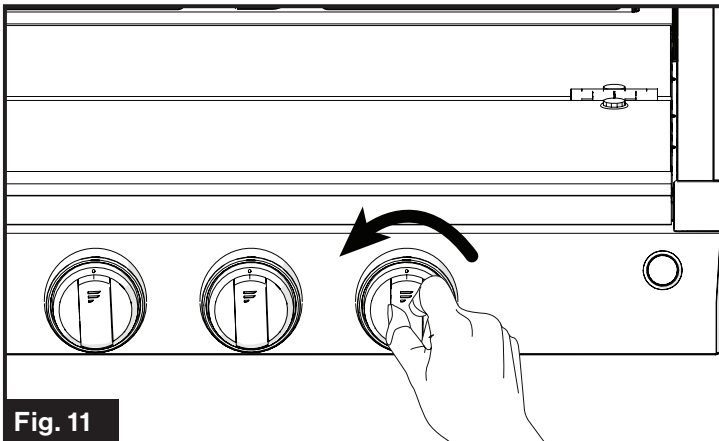

Fig. 11
2. Presione y gire la perilla de control del quemador correspondiente en sentido contrario a las agujas del reloj hasta la posición . (Fig. 11)